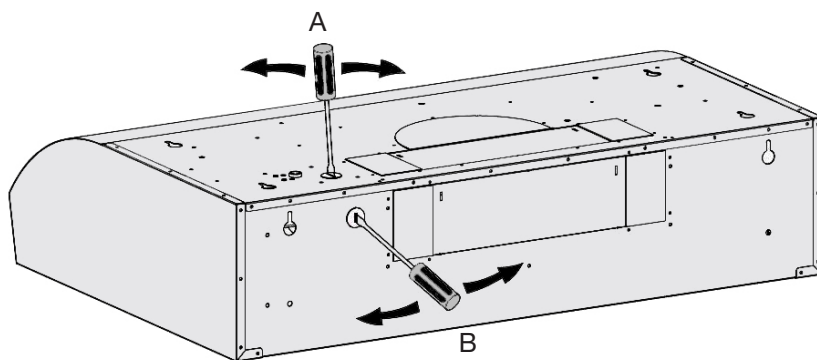

Figure 1
- Utiliser l'outil fourni pour percer le trou de câblage. Il y a deux trous. Veuillez choisir le trou A ou le trou B selon vos besoins en matière de câblage (Figure 1).